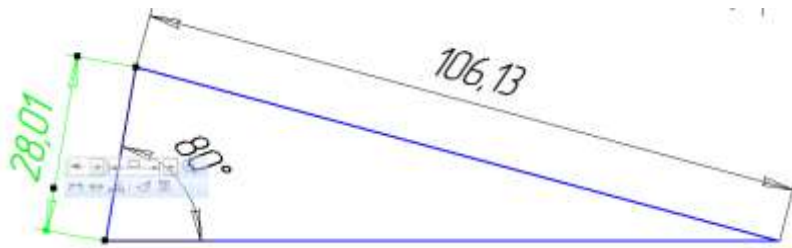

Рис. 18.6
- Для изменения расположения выносных линий достаточно щелкнуть по размеру один раз и потянуть за крайний маркер (рис. 18.6).